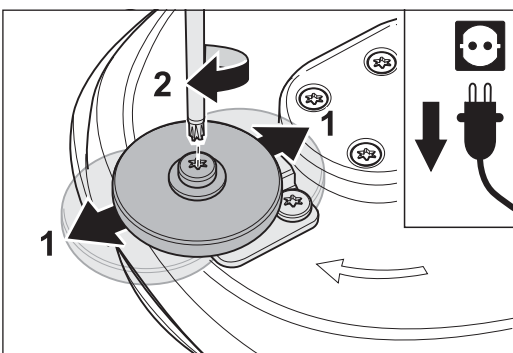

Abb. 70 Die Wandschutzrolle verschieben (1) und die Schraube festziehen (2).
- 3 Schieben Sie die Wandschutzrolle in die von Ihnen gewünschte Position (Abb. 70, 1) und ziehen Sie die Schraube wieder fest (Abb. 70, 2).